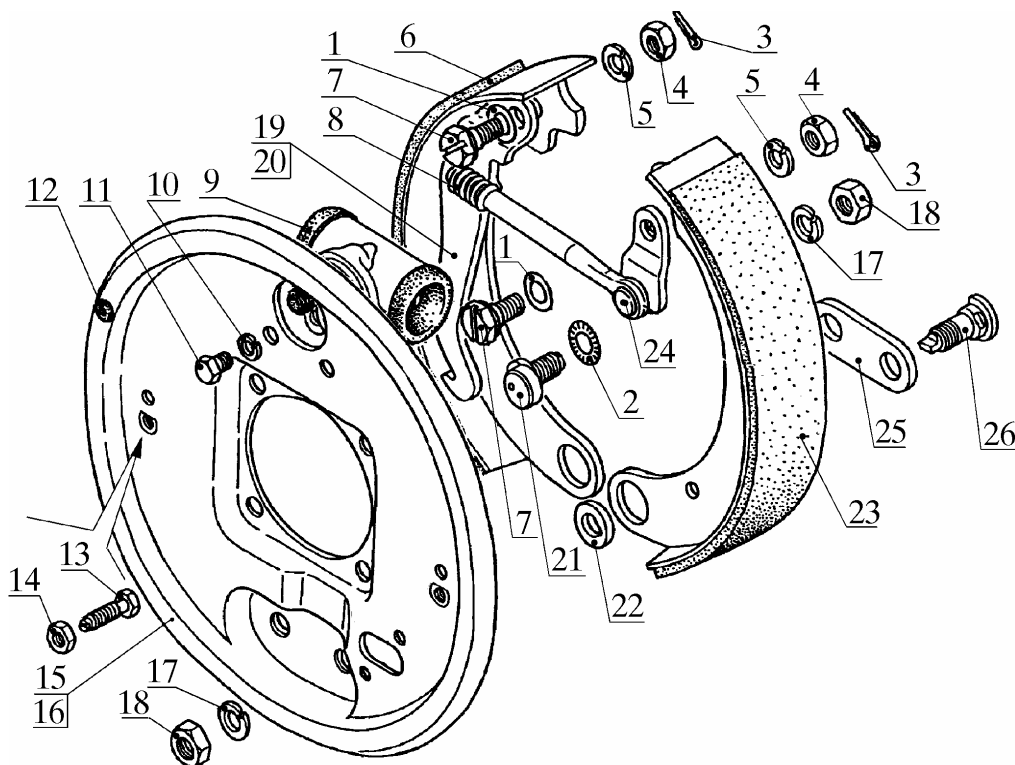

Рис. 8. Снятие тормозных колодок и колесного цилиндра:
4.6.1.4. Снять переднюю колодку 23 (рис. 8) с накладкой и эксцентриком 22, отвинтив и сняв гайку 18 с шайбой 17 и вынув стопорный палец 26 из колодки и левого щитка 15